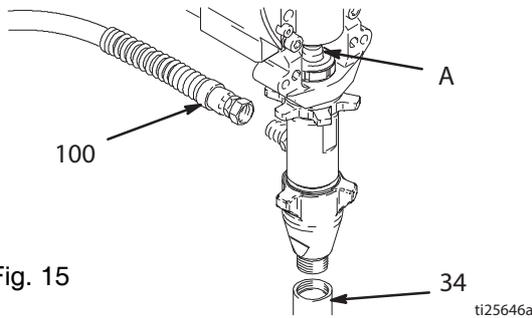

Fig. 15
3. Fig. 15. Haga funcionar la varilla del pistón de la bomba (A) hasta colocarlo en su posición más baja.
4. Fig. 15. Retire el tubo de aspiración (34) y la manguera (100).